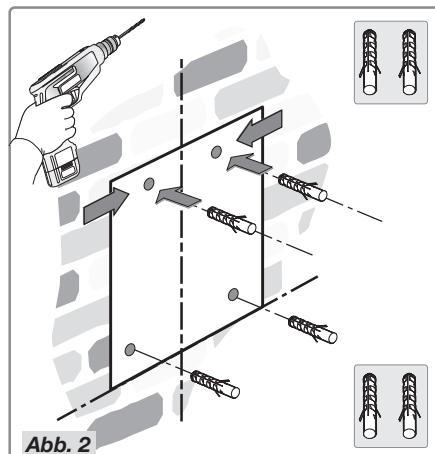

Abb. 2
- Halten Sie die Schablone gegen die Wand und sorgen Sie dafür, dass ihr Umriss mit dem vorher auf die Wand gezeichneten Umriss übereinstimmt. Zeichen Sie die Position der Bohrlöcher ein und bohren Sie die Löcher (Abb. 2).